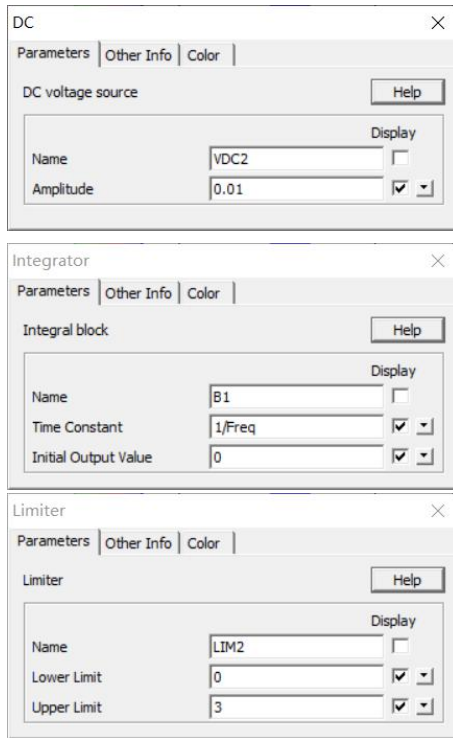
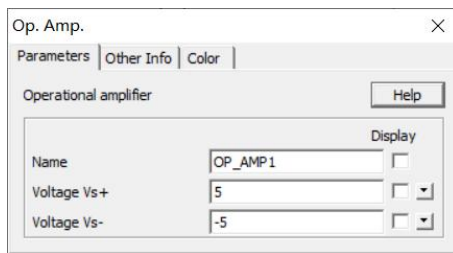

图 5 积分模块参数设置
图 6 运算放大器模块
图 3 所示为控制电路部分拓扑图，其中黄色线框圈定的部分为三角波发生器 (Triangular)，其参数设置如图 4 所示。红色线框圈定的部分为积分电路，由直流电源 (DC)，积分模块 (Integrator) 和限幅模块 (Limiter) 组成，参数设置如图 5 所示。标有 Min 的方块为 Maximum/Minimum Block，用来比较多路输入的大小 (输入的信号通道数可以设置)，通过对模块的设置可以输出较大值或者输出较小值。绿色线框圈定的部分为运算放大器模块 (Op. Amp.) 用作产生方波的比较器，其参数设置如图 6 所示。